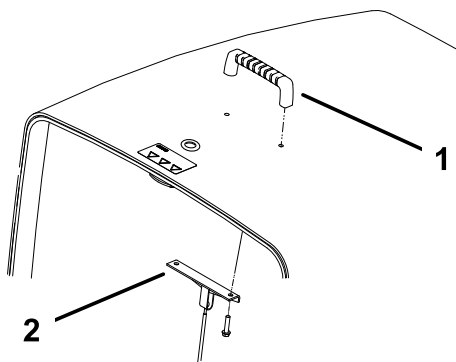

Figura 5
2. Montate con due viti la maniglia e la staffa del cavo sul cofano (Figura 5).